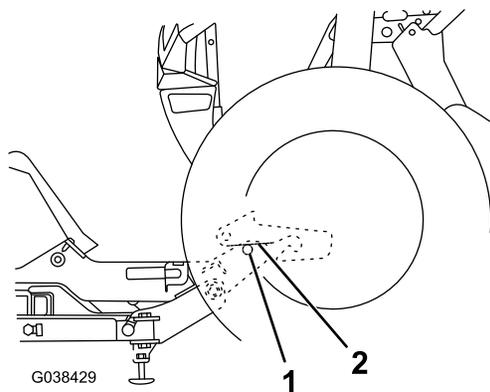

Figura 14
- Rote la pata del soporte hasta que el pasador trasero del acoplador entre en contacto con el receptor del pasador, según se muestra en Figura 14.